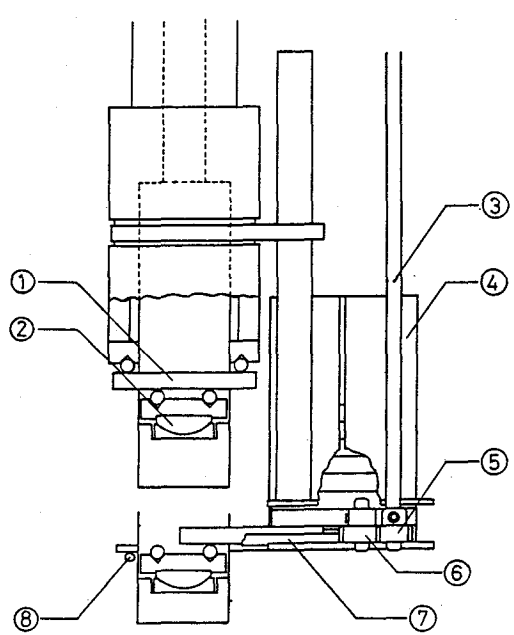

図2 曲げ試験用治具
図2は四点曲げ試験用治具の概略である。本装置は図1に示した引張試験用装置のうち、荷重を加えるためのロッドおよびパイプ、それに回転ハンドル軸をそのままにして、他の部分を取り換えたものである。試験片①は、10mm×10mm×80mmの角柱である。四点曲げの難しさは、負荷用の4本のピンの平行度によっては荷重が均一にかからない点にあるが、ここでは、球面座②を用いることによりこの難点を解消している。球面座はスチール製の市販のもので潤滑用グリースを洗い去って使用している。試験片の四点曲げ治具への取り付けは次の手順で行われている。まず、試験片は最高15本まで格納することのできる試験片ホルダー④に積み上げられている。ハンドル軸③を回すと歯車⑤を介してピニオン⑥が回転し、ラック⑦が左右に移動する。この運動により、試験片ホルダー内の最下部に置かれた試験片を送り出し、下部曲げ治具の上にセットする。その後、試験片ごと治具を上部に引き上げてゆき、上部曲げ治具との間で曲げ試験を行う。曲げ試験が終わった状態で、試験片が完全に2つに破断せずに治具の上に載ったままになっている場合にはそのまま下におろし、下方に取り付けた引っ掛け棒⑧で試験片を引っ掛けて下に落とす。このようにして、1本の試験片の試験が完了する。